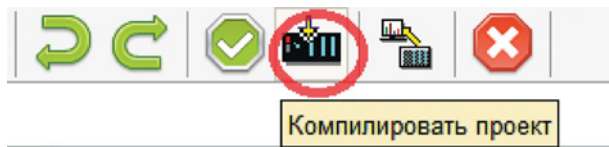

Рис. 6.20. Компиляция проекта
9. Скомпилируйте проект (рис. 6.20). При нажатии кнопки программа **FLProg** запустит среду **Arduino IDE**, в поле редактора которой будет внесен проект, переведенный на язык **Wiring**. Скомпилируйте и загрузите скетч на плату **Arduino Uno** обычным способом.